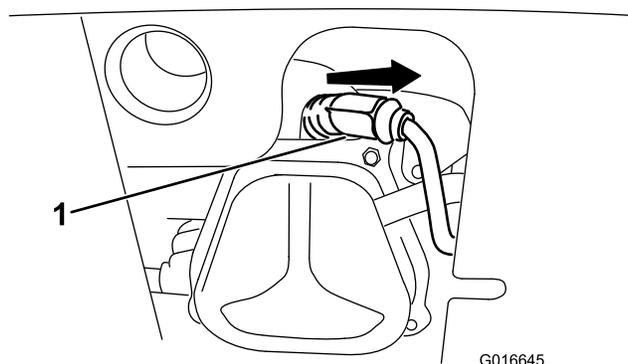

Рисунок 36
1. Снимите изоляционный колпачок (Рисунок 36).